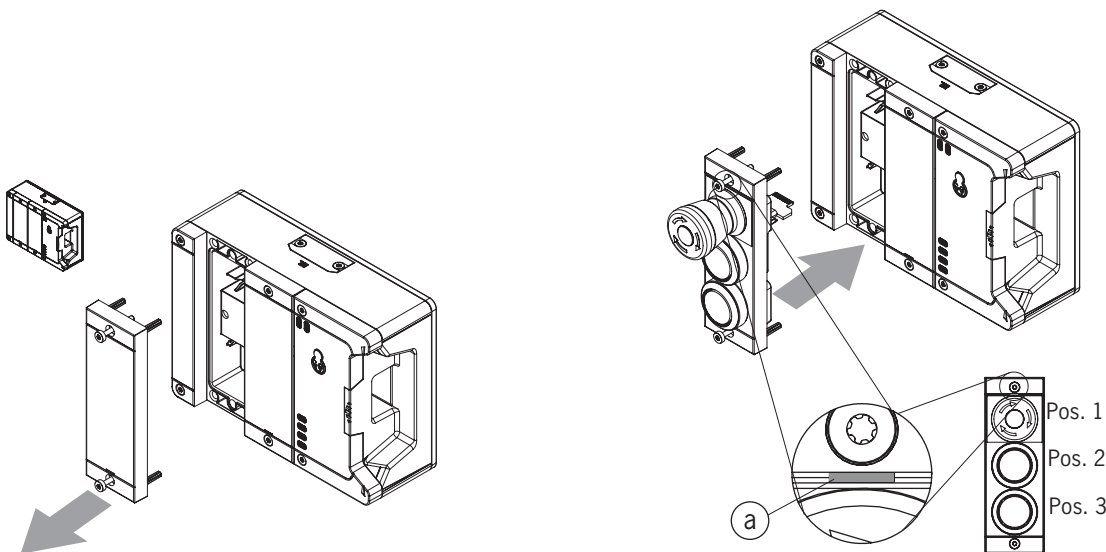

Bild 10: Submodul montieren
- › Ausrichtung des Submoduls beachten. Siehe Markierung (a) in *Bild 10: Submodul montieren*. Submodule können auch um 180° gedreht eingebaut werden. Die Markierung (a) gibt immer die erste Bestückungsposition an. Im Beispiel unten also die Position des Not-Halts S1.